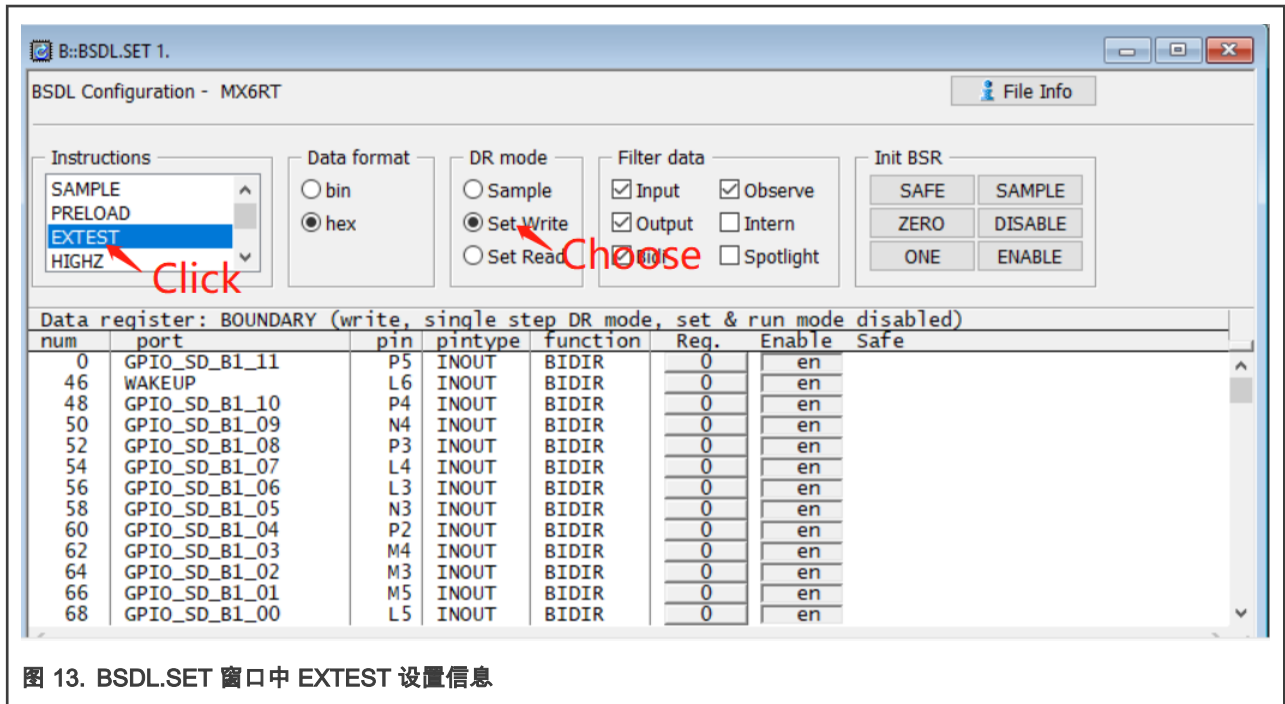
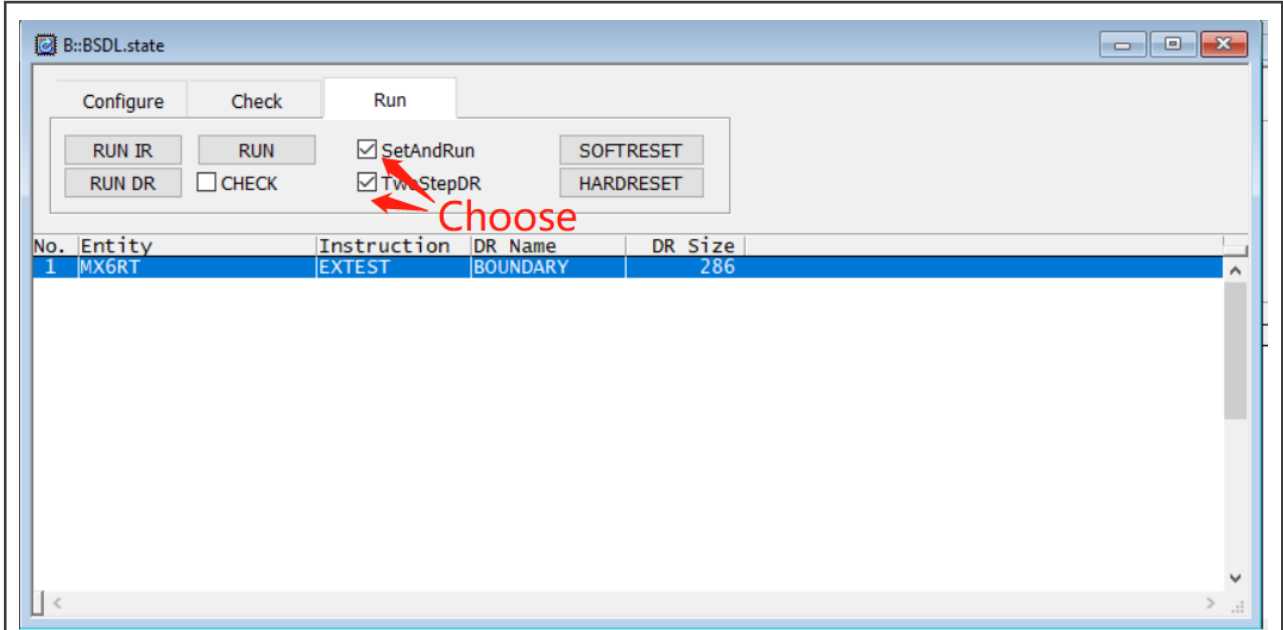

图 13. BSDL.SET 窗口中 EXTEST 设置信息
图 14. BSDL.STATE 窗口中设置信息
- 在 BSDL.SET 窗口中，Instructions 下面点击 EXTEST，在 DR mode 中勾选 Set Write，如图 13 所示。然后切换到 BSDL.state 窗口勾选 SetAndRun 和 TwoStepDR 即可，如图 14 所示。然后再切换到 BSDL.SET 窗口。